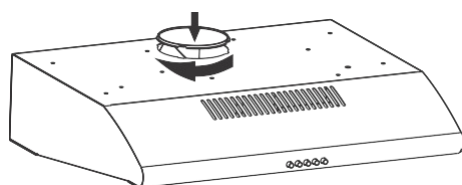

Fig. 8
- ➔ Insira o tampão cerrado fornecido com os acessórios de instalação do seu aparelho na saída de fumos (Fig. 8).